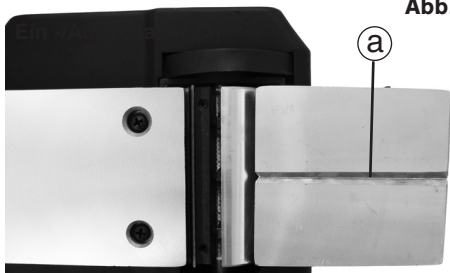

Abb. 4
5.5 ANFRÄSEN VON KANTEN (Abb. 4)